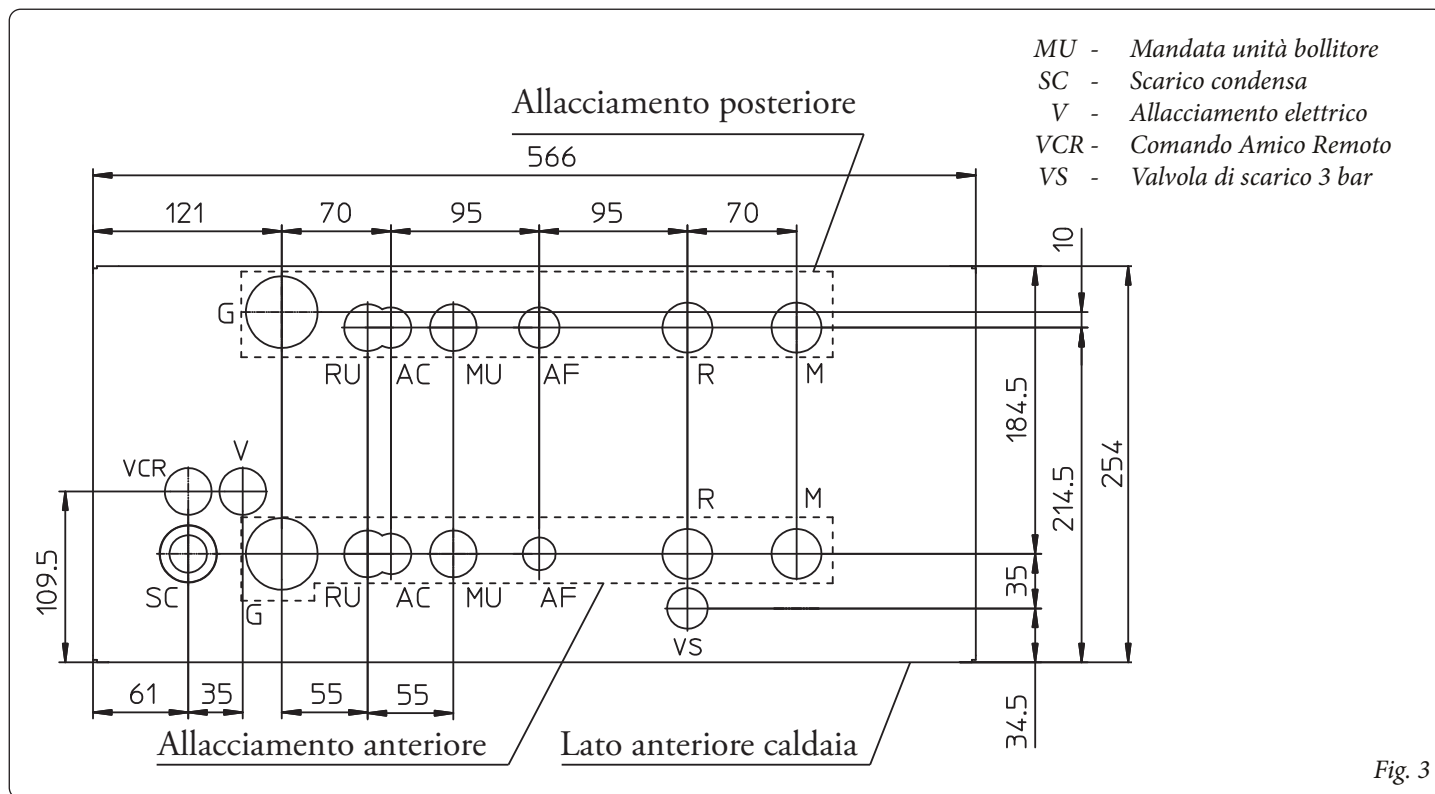

Fig. 3
N.B.: Il gruppo di allacciamento non è a corredo della caldaia (tranne per il modello Extra Intra Star), ma venduto separatamente (optional). Per facilitare l'installazione è possibile scegliere se operare l'allacciamento nella parte anteriore o posteriore della nicchia a seconda del tipo di caldaia (Fig. 3).